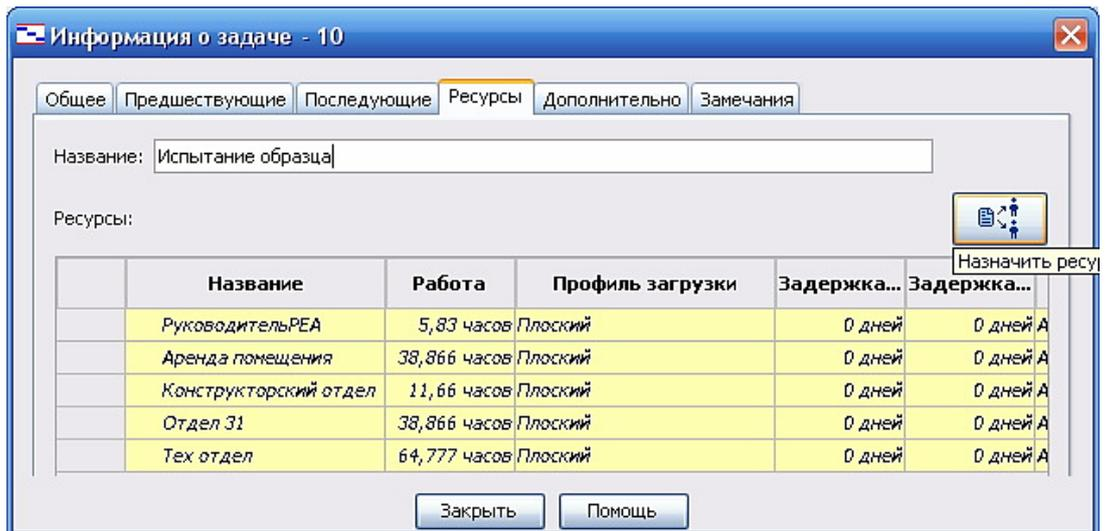

Рис. 3.9 — Назначение ресурсов задачам
13) Назначить ресурсы задачам (рис. 3.9—3.10). Данные вводить в *Представление Gantt* из таблицы 3.3.